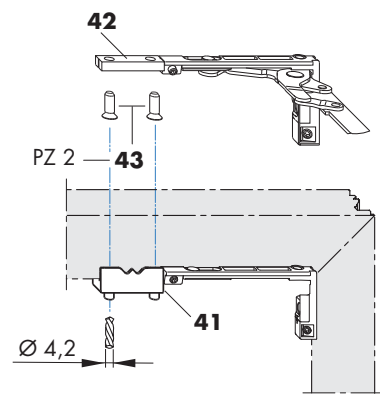

Bild 1
1. Bohrlehre BS axxent 130 kg (**41**) an aufgedrehter Schere, wie in neben stehender Abbildung (Bild 1), einlegen.